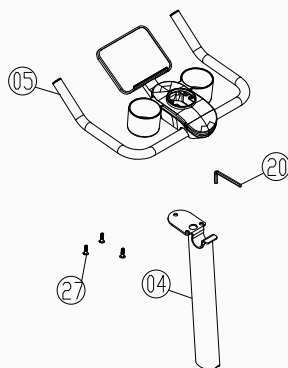

Figure 5
5. Montez l'ensemble du support d'affichage (pièce 05) sur l'ensemble du tube vertical (pièce 04). Fixez les deux ensembles à l'aide de trois vis à tête cylindrique M8×12 (pièce 27), puis serrez les vis à l'aide de la clé hexagonale de 6 mm (pièce 28), comme indiqué à la Figure 5.